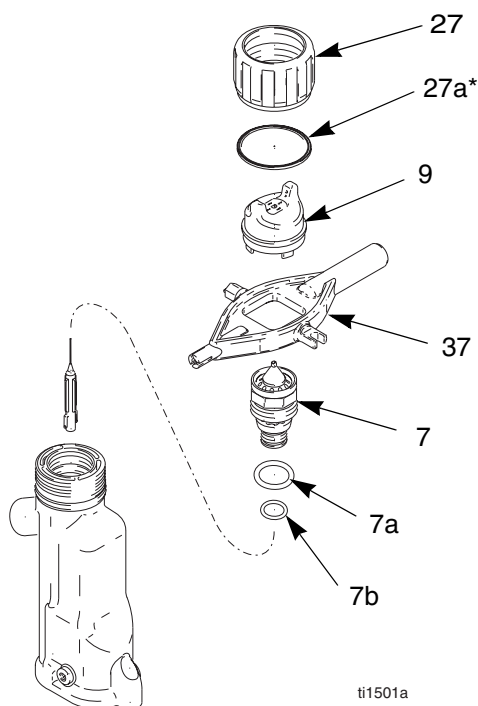

Fig. 24. Remplacement de l'ensemble chapeau d'air/buse
2. Enlever la bague de serrage (27) et le chapeau (9). Voir FIG. 24.
3. Diriger le pistolet vers le haut et presser la gâchette pendant le démontage de la buse produit (7) à l'aide de la clé multi-usage (37).